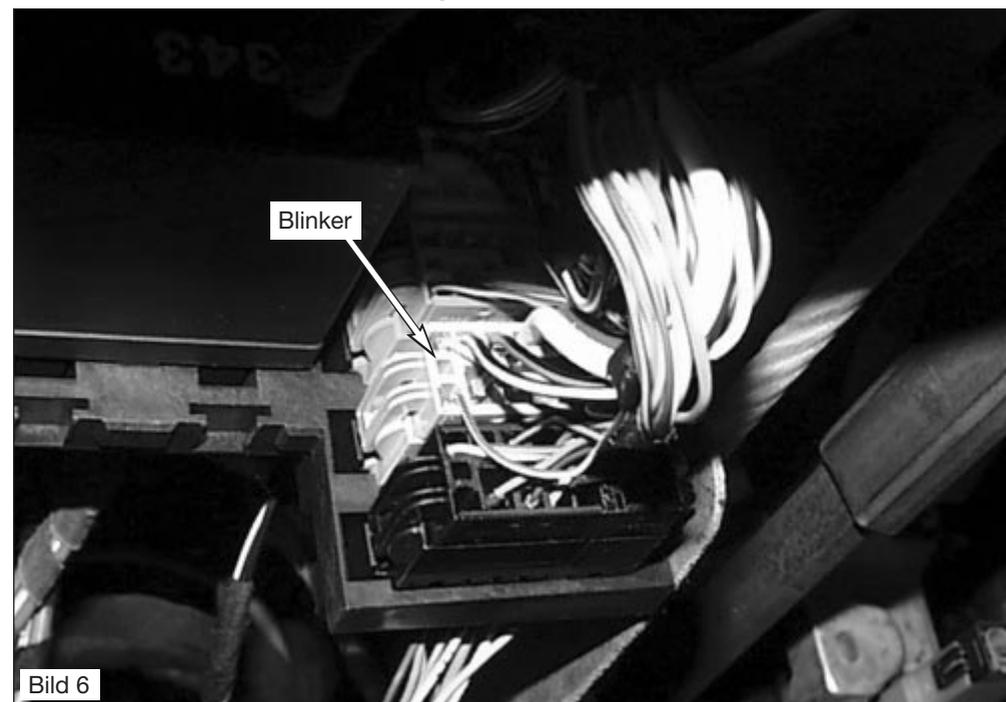

Bild 6
- Verbinden Sie mit Hilfe des Schneidverbinders das schwarz/weiße Kabel der MT-150 mit dem schwarz/weißen Kabel aus dem 12-poligen, braunen Stecker, der sich neben der Lenksäule des Sicherungskastens befindet (siehe Bild 6). Verbinden Sie mit Hilfe des Schneidverbinders das schwarz/grüne Kabel der MT-150 mit dem schwarz/grünen Kabel aus dem dem 12-poligen, braunen Stecker, der sich neben der Lenksäule des Sicherungskastens befindet (siehe Bild 6).